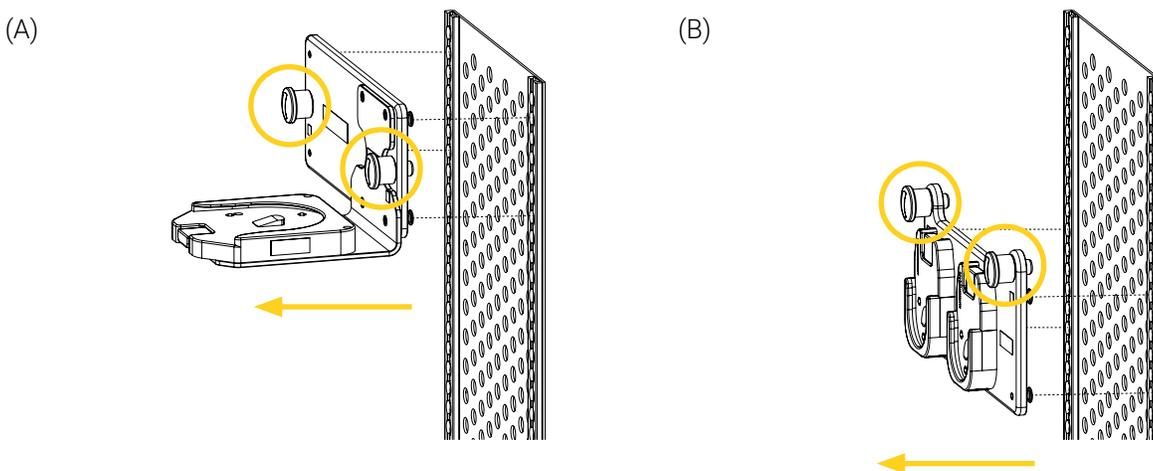

Figure 13: Retrait du système de support des rails verticaux (2 de 2)
5. Retirer le système de support horizontalement des rails verticaux à l'aide des verrous rotatifs (Figure 13), puis le mettre de côté ou le ranger selon vos protocoles internes.